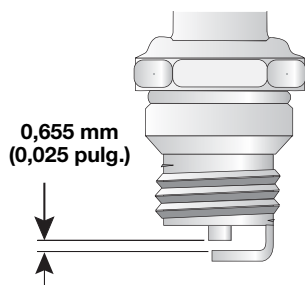

Fig. 56
4. Cambie las bujías que estén rajadas, sucias o deterioradas. Fije la separación de aire a 0,655 mm (0,025 pulgadas) utilizando un calibrador (Fig. 56).